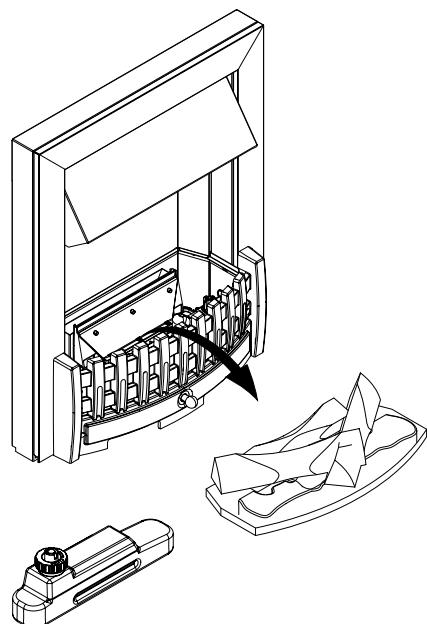

Fig.3
1. Lasciando l'effetto fiamma attivo, sollevare il piano del combustibile e il serbatoio dell'acqua (vedere Fig. 3).
2. Sollevare delicatamente il piano del combustibile e metterlo da parte facendo attenzione (vedere Fig. 3).
1. Premere l'interruttore "A" su "OFF" (0).
2. Sollevare delicatamente il piano del combustibile e metterlo a terra facendo attenzione (vedere Fig. 3).